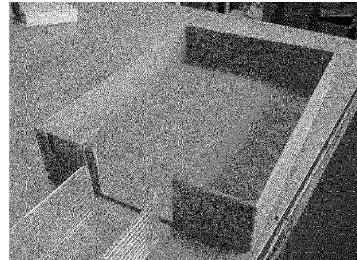

図7 大小トレーの切り口
- (1) 小トレーの短辺を切り落とし、小トレーの幅に合わせて大トレーの短辺中央部をのこぎりで切り落とす(図7)。